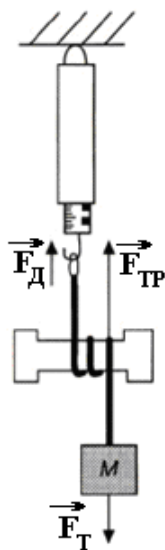

Рис.1. Силы, действующие на цилиндр при вращении
В лабораторной работе используется установка, в которой на исследуемый металлический цилиндр намотана специальная лента, к концу которой подвешен груз (рис. 1). При вращении цилиндра происходит его движение относительно нити. За счет работы внешних сил из-за трения ленты о поверхность цилиндра происходит его нагревание. Механический эквивалент теплоты можно определить, зная совершенную механическую работу и выделившееся количество теплоты. Количество теплоты можно определить по изменению температуры, считая известной теплоемкость металлического цилиндра. В дальнейшем можно определять теплоемкости исследуемых веществ (алюминия, латуни и других), используя эквивалентность теплоты и работы.
Если при вращении рукоятки груз M (см. рис. 1) сохраняет состояние покоя, то сила тяжести груза $F_T = Mg$ (M – масса гири, g – ускорение свободного падения) должна уравновешиваться силами натяжения F_D и трения скольжения $F_{ТР}$.
6. Специальную синтетическую ленту прикрепите к динамометру и намотайте так, чтобы она сделала 2,5 оборота вокруг металлического цилиндра (рис. 1). Такой способ намотки обеспечивает равновесие динамометра при вращении рукоятки по часовой стрелке.